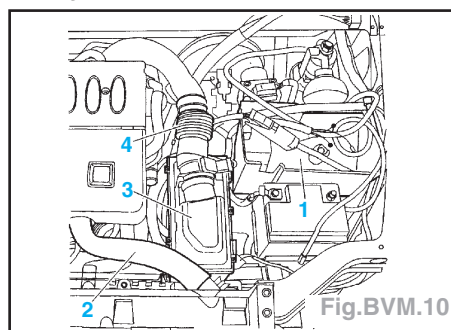

Fig.BVM.10
- le cache du boîtier calculateur (1) (Fig.BVM.10).